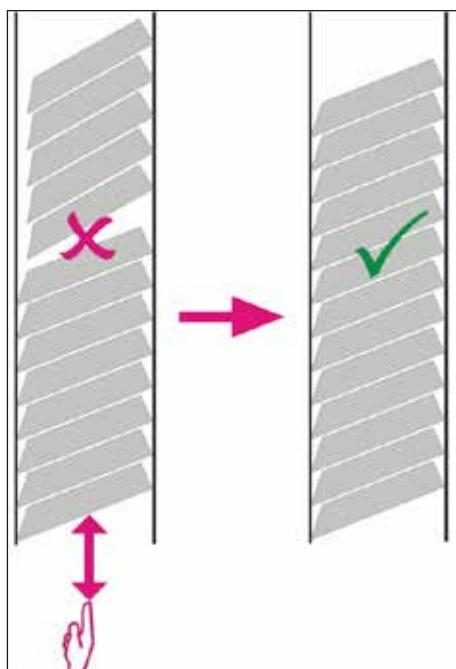

Рис. 29
✓ После этого кассеты должны лежать в магазин надлежащим образом (→ "Рис. 29").
- При использовании сложенных стопкой кассет следите за тем, чтобы каждая новая стопка была надлежащим образом выровнена с ранее загруженными кассетами (→ "Рис. 29").